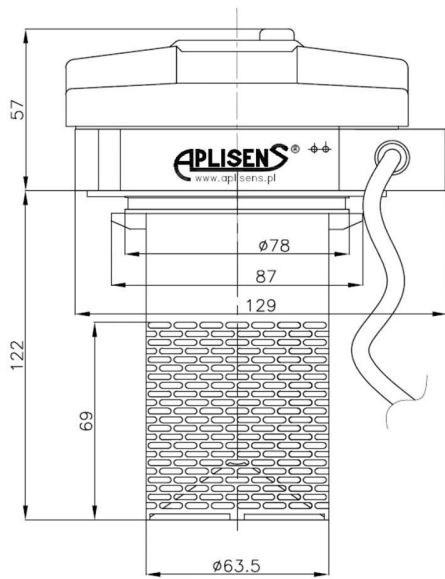

图.2 防盗过滤器
- 防盗滤清器 (图.2 i 3) 式一个安装在多孔墙或底部的一根管子, 底部的形状或孔的大小已经被固定. 这样就不会阻碍灌装操作, 防止盗窃.